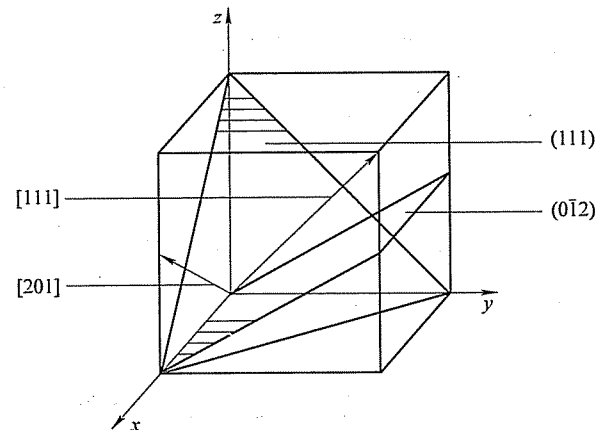

图 9-2 第四题解答图
四、(012) 和 (111) 表示晶面，[111] 和 [201] 表示晶向，如图 9-2 所示。